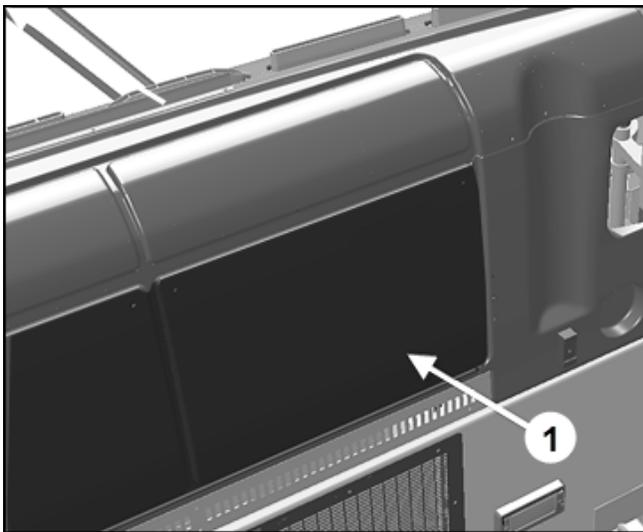

FIGURE 4
2. Retirer le panneau d'accès du tableau de bord (item 1, figure 4).